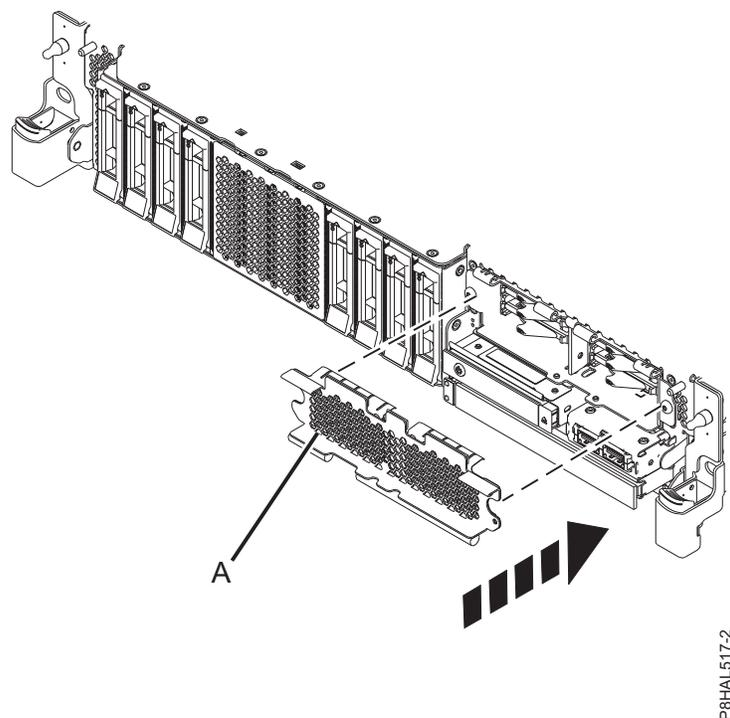

Figura 27. Cobrir a estrutura de SSD num sistema função expandida
5. Caso seja aplicável, cubra a estrutura de SSD com a placa perfurada **(A)** conforme demonstrado em Figura 27 na página 31.